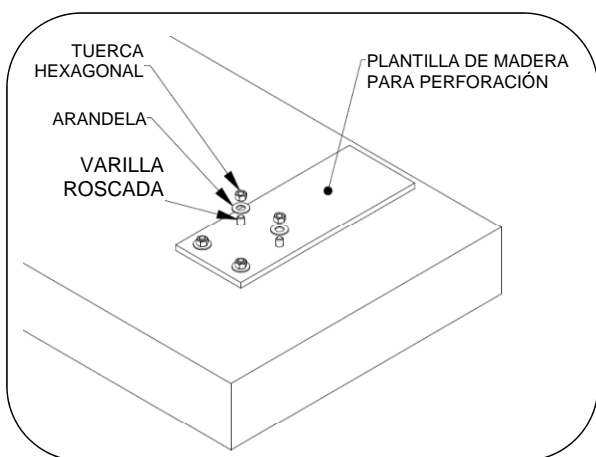

Fig. 5: colocación de fijadores
7. Utilizar la plantilla para perforación para colocar las varillas de fijación (ver fig. 5). Dejar que se endurezca el adhesivo.